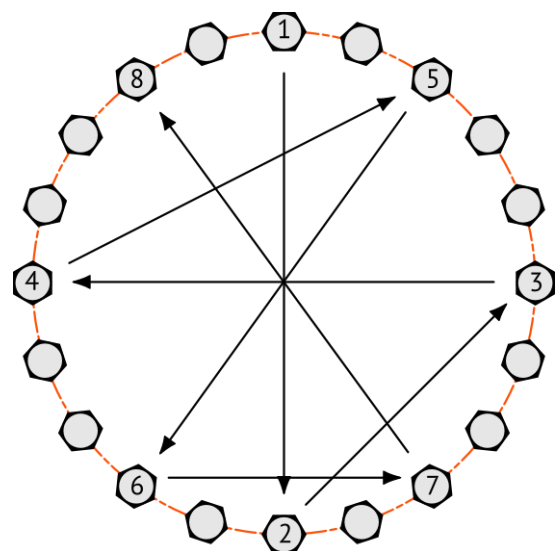

Abbildung 5: Kreuzweises Anziehen der Schrauben
- Schrauben sollten mindestens in 2 Schritten und in kreuzweiser Reihenfolge wie in Abbildung 5